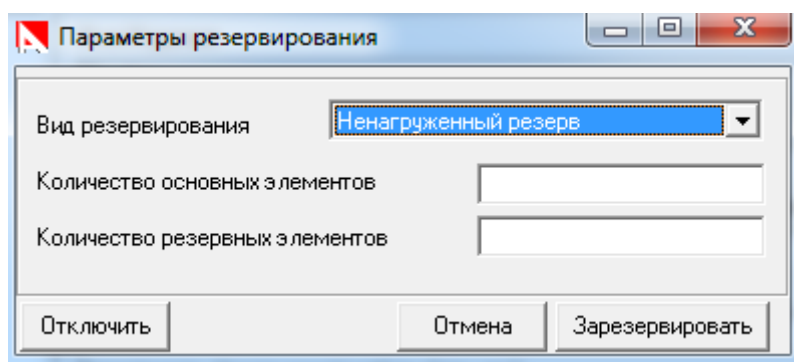

Рис. 3.37. Ввод параметров резервирования
- В появившемся окне «Параметры резервирования» (см. рис. 3.37), введите параметры резервирования (количество резервных СЧ).